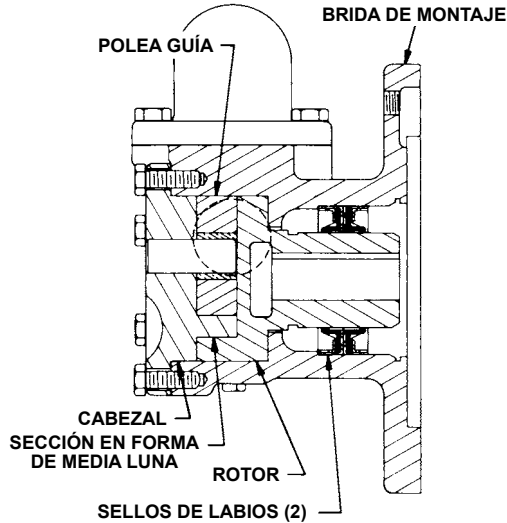

FIGURA 5
### Para volver a montar los modelos G75 ó GG75 Bombas con sellos de labios: consulte la Figura 5
6. **AHORA EL CABEZAL SE PUEDE MONTAR EN LA BOMBA.** Incline levemente la parte superior del cabezal de la bomba lejos de ésta hasta que la sección en forma de media luna ingrese al diámetro interior del rotor y gire la polea guía hasta que sus dientes se engranen con los dientes del rotor. No dañe las juntas del cabezal. Observe la posición correcta de la polea guía y de la sección en forma de luna (**Consulte la Figura 5 y el paso 2 de Desmontaje**). Apriete los tornillos prisioneros del cabezal y luego revise el espacio final.